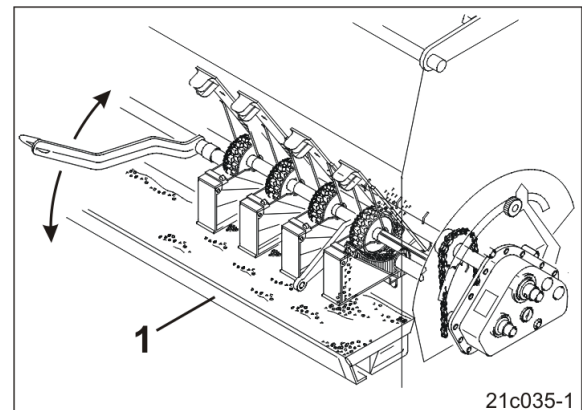

Bild 222
6. Placera kalibreringstrågen (Bild 222/1) på trattskenan (se kap. "Placera kalibreringstrågen på trattskenan", sidan 115).